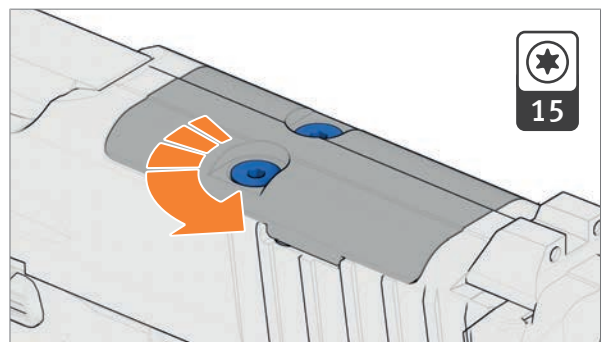

Abb. 39: Schrauben lösen
1. Schrauben mit Schraubendreher lösen und entnehmen (Abb. 39).